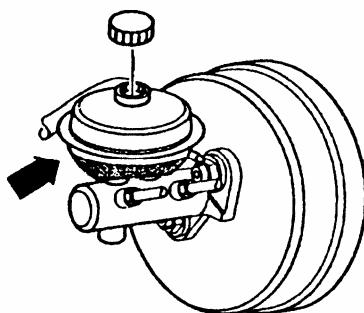

图 13-81 储液罐
(1) 打开制动液罐。制动液罐内应有足够的制动液，这样可保证空气不会从这里进入制动系统。
(2) 如图 13-81 所示，在发动机运转且已拧开右后制动钳上排气螺栓时，踏动制动踏板，使液面达到储液罐连接管高度。